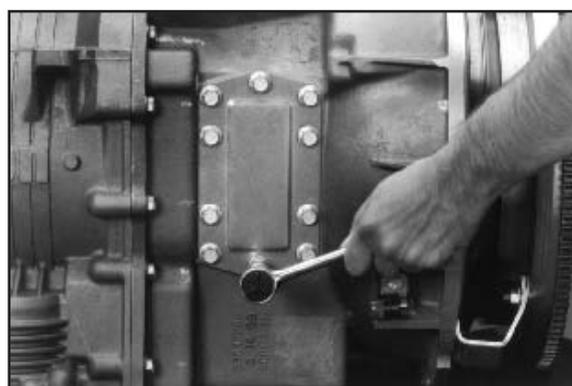

Fig. 2
2. Rimuovere la piastra sull'apertura della presa di forza con una chiave a tubo da 15 mm (**fig. 2**).